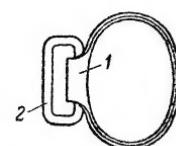

Рис. 51. Ложевое кольцо:
**51. Ложевое кольцо** (рис. 51) служит для соединения ложи, ствольной накладки, нижнего и верхнего кожухов со стволов. Оно имеет прилив с отверстием, в котором помещается кольцо для винтовочного ремня.